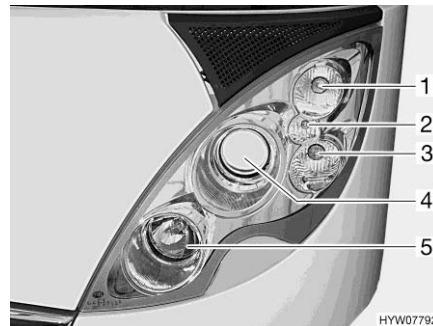
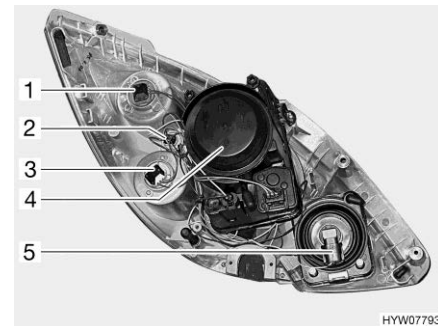

Fig. 198 Faro anteriore (lato anteriore)
Fig. 199 Faro anteriore (lato posteriore)
Indicatore di direzione (Fig. 198,1 e Fig. 199,1)
Luce di posizione (Fig. 198,2 e Fig. 199,2)
Luce diurna (Fig. 198,3 e Fig. 199,3)
(Fig. 198,4 e Fig. 199,4)**
**Abbagliante (Fig. 198,5 e